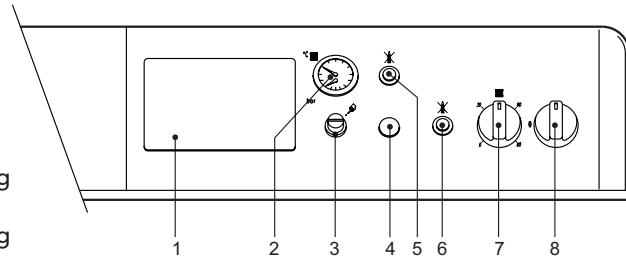

Abb. 1
- Den Schalter "8" auf 1 stellen (Abb. 1).
- Falls die Therme mit einer elektronischen Temperaturregeleinheit ausgestattet ist, die in der auf Abb. 1 dargestellten Position 1 montiert wird, muss der Benutzer auch die vom Hersteller der Regelung gelieferten Anleitungen befolgen.
Durch Drehen des Drehschalters 7 von Abb. 1 im Uhrzeigersinn wird die Hezwassertemperatur erhöht, gegen den Uhrzeigersinn wird sie verringert. Die Temperatur kann innerhalb eines Bereichs von mindestens 30° bis maximal 90° eingestellt werden. Es wird jedoch empfohlen, den Heizkessel nicht unter 45° zu betreiben.
Die gewünschte Raumtemperatur wird mit dem Raumthermostat eingestellt. Auf Befehl des Raumthermostats wird die Therme eingeschaltet, um das Anlagenwasser auf die am Heizkessel-Regelthermostat 7 von Abb. 1 eingestellte Temperatur zu bringen. Bei Erreichen der gewünschten Raumtemperatur wird der Wärmeerzeuger abgeschaltet. Falls kein Raumthermostat installiert ist, sorgt der Heizkessel dafür, dass die Anlage auf der vom Kessel-Regelthermostat vorgegebenen Temperatur gehalten wird.
Bei kalter Anlage muss der Einfülldruck am Wasserstandszeiger der Therme Pos. 2 Abb. 1 ca. 1 Bar betragen. Falls der Anlagendruck während des Betriebs (aufgrund Verdampfung der im Wasser aufgelösten Gase) unter diesen Mindestwert sinken sollte, muss der Benutzer den Wasserhahn öffnen, um ihn wieder auf den ursprünglichen Wert zu bringen. Nicht vergessen, den Wasserhahn nach diesem Vorgang wieder zu schließen.